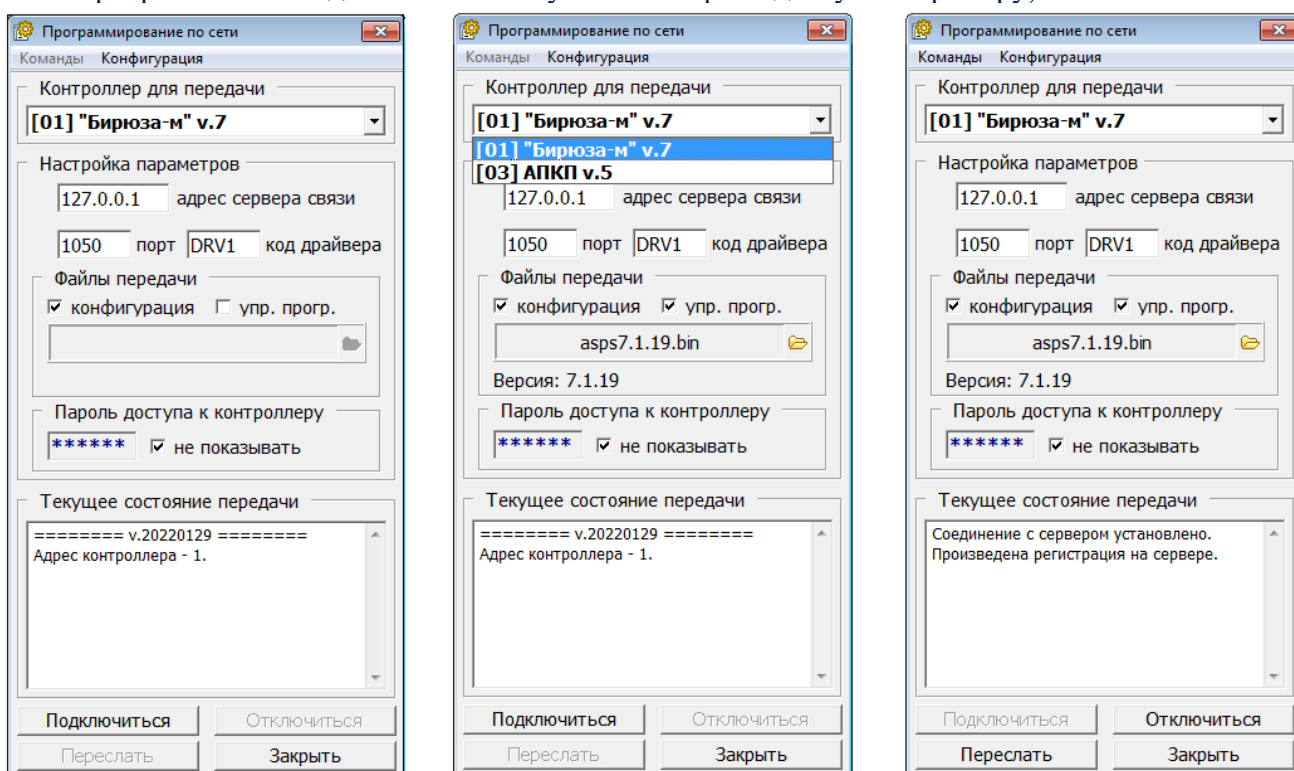

Рисунок 107. Программирование прибора по сети
- 1) В меню «Инструменты» приложения «Конфигуратор 777+» выбрать функцию «Программирование v.3-v.7 через локальную сеть», при этом откроется окно «Программирование по сети» (рисунок 107/1).
- 2) В выпадающем меню «Контроллер для передачи» выбрать из списка приборов конфигурации программируемый прибор (рисунок 107/2).
- 6) В окне «Программирование по сети» нажать кнопку «Подключиться» и убедиться в окне «Текущее состояние передачи» об успешной установке соединения с сервером – станет доступна кнопка «Переслать» (рисунок 107/3). В случае ошибки подключения проверить настройки подключения к серверу и код драйвера ИСБ «777».